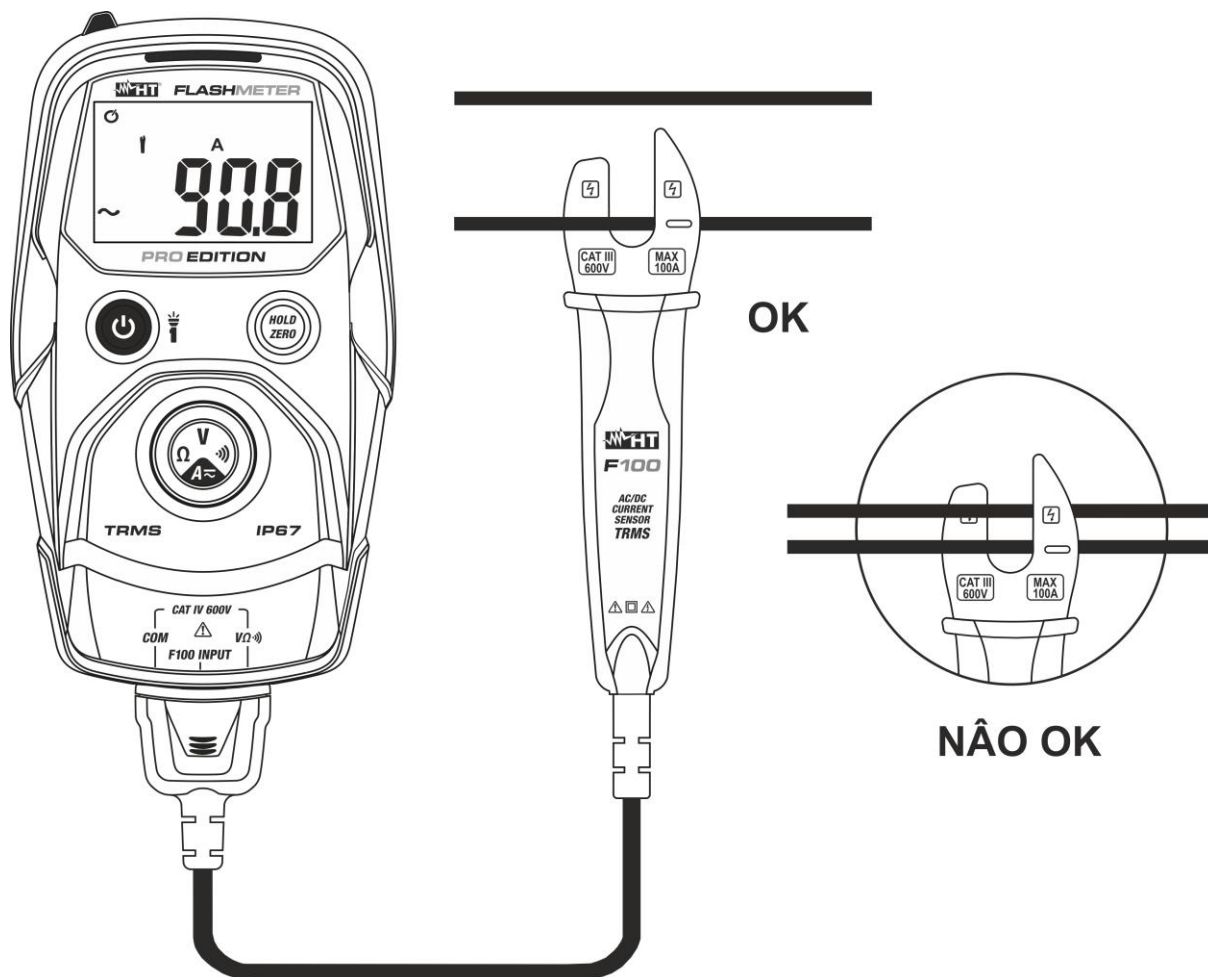

Fig. 7: Uso do instrumento para a medição de Corrente CA/CC
4. Conecte a pinça F100 ao condutor em teste (ver Fig. 7) prestando atenção no símbolo da seta "➔" dentro do toróide para indicar o sentido positivo da corrente e posicionando no centro do mesmo para obter uma medição precisa. O valor atual é mostrado no display
5. A visualização do símbolo "-" no display do instrumento indica que a tensão tem sentido oposto em relação à ligação da Fig. 7